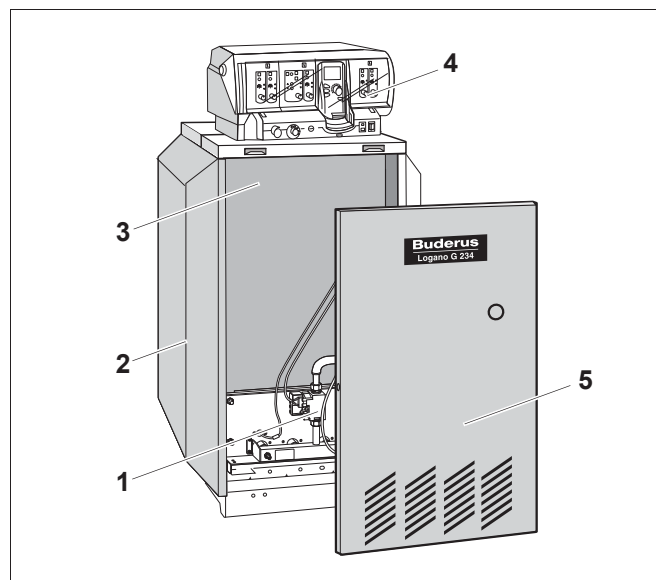

Рис. 1 Специальный газовый отопительный котел Logano G234 WS
Специальный газовый отопительный котел Logano G234 WS (рис. 1) оснащен на заводе газовой горелкой.
- Котловой блок с теплоизоляцией (рис. 1, **поз. 3**) и газовой горелкой (рис. 1, **поз. 1**).
- Обшивка ((рис. 1, **поз. 2**) и передняя стенка котла (рис. 1, **поз. 5**).
- Система управления (рис. 1, **поз. 4**).